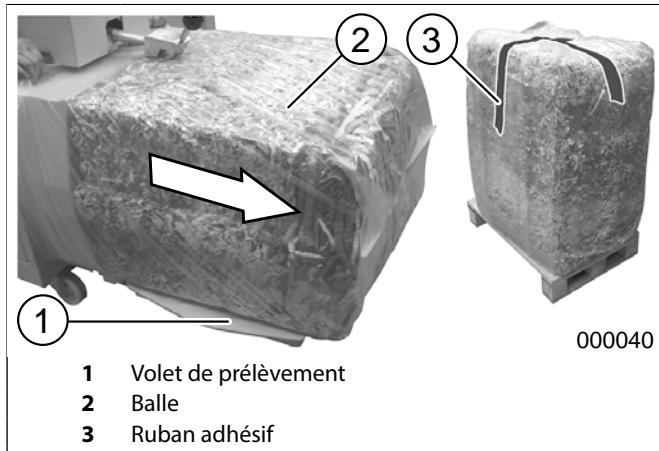

fig. 19 Éjection de la balle
3. Appuyer sur le poussoir « Avance vérin » (fig. 13/1) et le maintenir enfoncé. La balle ficelée est éjectée dans le sac en plastique qui se trouve sur le volet de prélèvement (fig. 19).
5. Replier le sac et le fermer avec du ruban adhésif (fig. 19/3). La balle peut alors être emportée.
3. Replier l'extrémité du sac et le fermer avec du ruban adhésif (fig. 19/3). La balle peut alors être emportée.